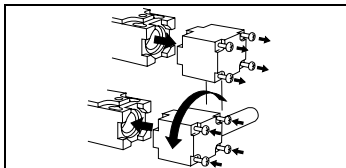

Fig. 1: Changement de la direction d'approche
- Reposer les vis en serrant au couple 0,4 Nm (Fig. 1).